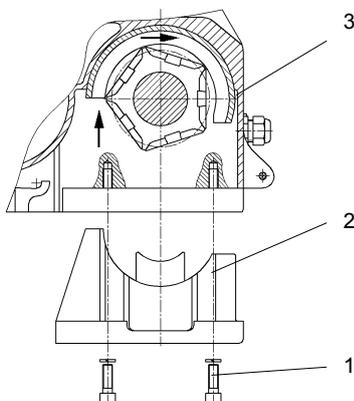

Bild 10 Erneuerung der Kettenführung und des Niederhalters
1. Vier Schrauben (1) lösen.
2. Kettenführung (2) herausnehmen.
3. Niederhalter (3) mit dem Schraubendreher in Richtung Leerstrang herausdrücken (Pfeil in Bild 10).
4. Beim Einbau des neuen Niederhalters (3) beachten, dass die angefasste Seite zum Kettenspeicher zeigt.
3. Lösen der 4 Schrauben der Kettenführung (siehe Bild 10) und Absenken der Kettenführung (Bild 17).